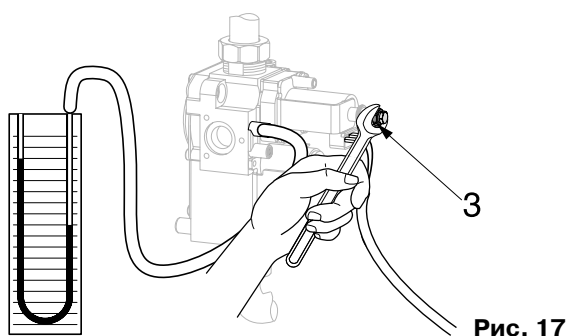

Рис. 17
- с помощью плоского ключа на 8 поворачивайте гайку **3** (рис. 17), удерживая винт **4**, и доведите значение давления до величины, указанной в таблице **“Максимальная мощность”**.